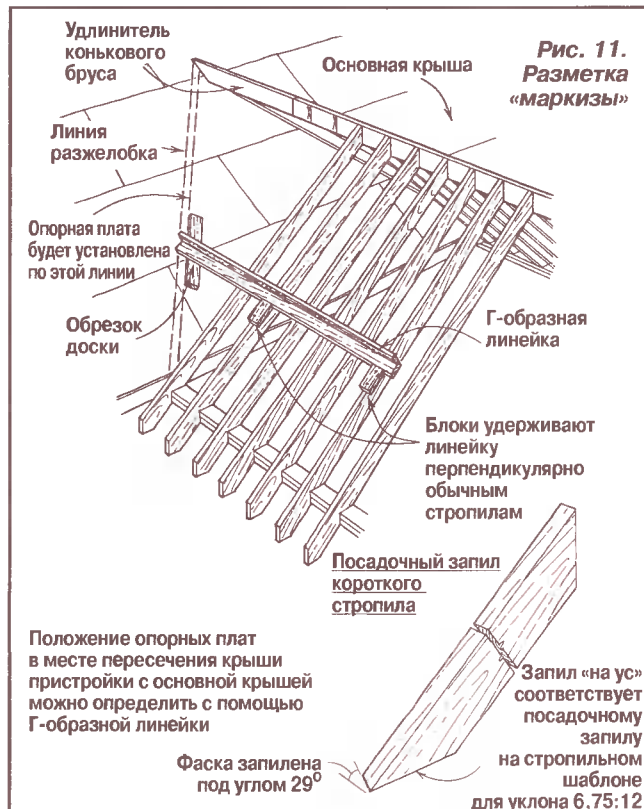

Рис. 11. Разметка «маркизы»
Для разметки положения «маркизы» на основной крыше собьём Г-образно две прямые доски сечением 50x100 мм. Используем эту длинную линейку, чтобы спроецировать плоскость крыши пристройки на основную крышу. Чтобы сделать это точно, от концов двух стропил отложим вверх одинаковый размер и у каждой отметки прибьём по деревянному блоку (рис. 11). По этим направляющим придвинем к основной крыше нашу линейку и отметим, где её угол коснётся настила. Протремаем это по обеим сторонам от конькового бруса.
**Разметка коротких стропил.** Вертикальный запил коротких стропил идентичен вертикальному запилу обычных стропил. Его разметим известным нам способом. Посадочный же запил коротких стропил — комбинированный («ус/фаска») (см. рис. 11, внизу). Запил «на ус» разметим по шаблону. А фаску нужно согласовывать с уклоном основной крыши (6,75:12). Этого мы добьёмся установкой стола дисковой пилы под нужным углом (около 29°).